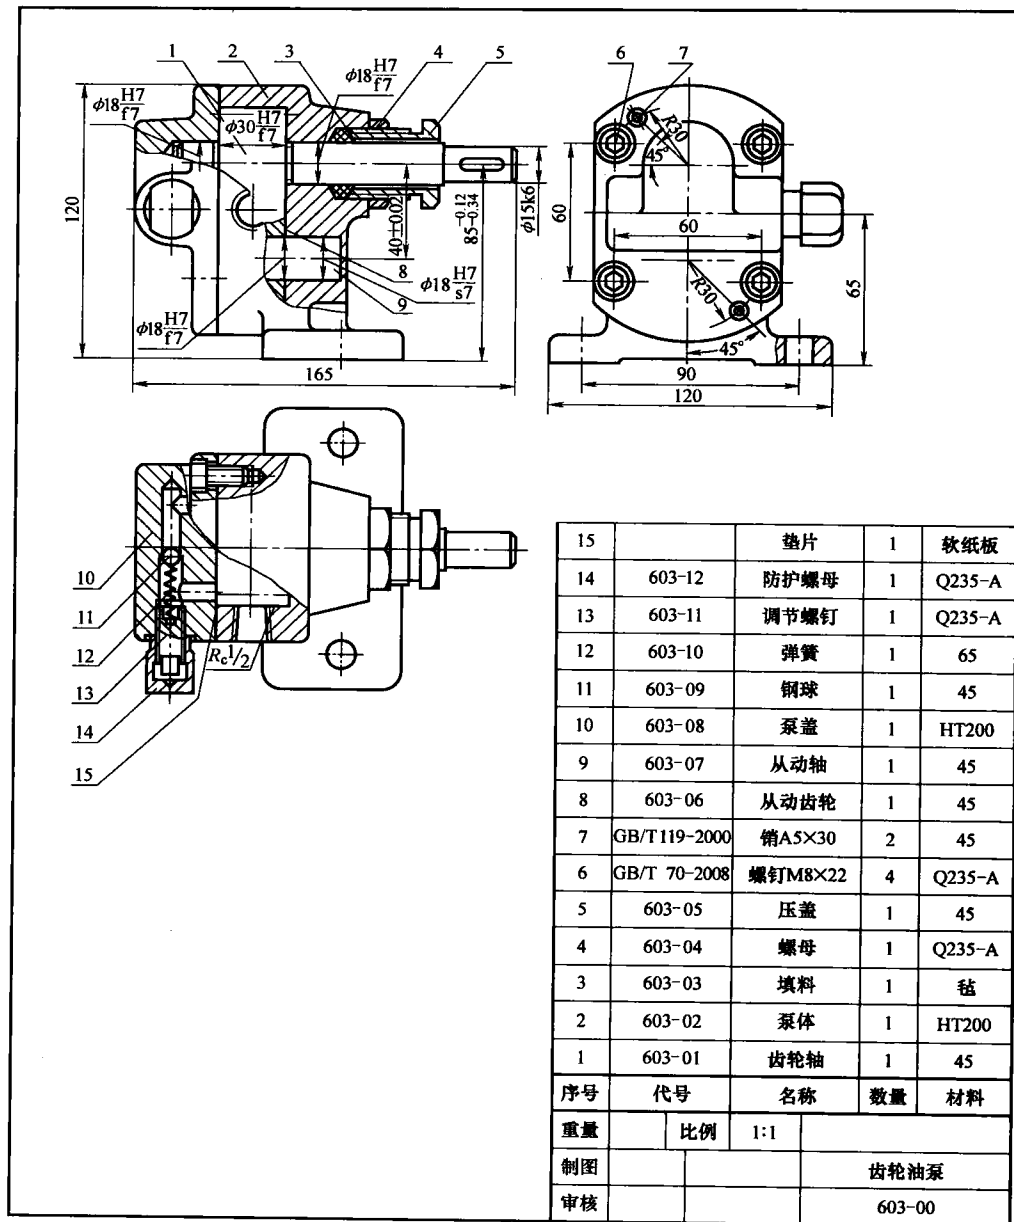

图 1-22 齿轮油泵装配图
(3) 齿轮油泵装配图 如图 1-22 所示, 装配图主要用于产品的设计和指导装拆过程。